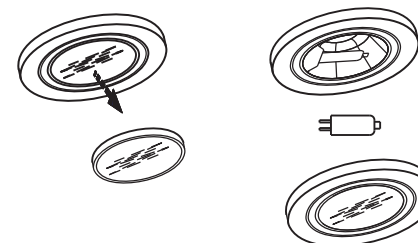

РИС. 11
8.5 Замена галогенной лампы (рис. 11):